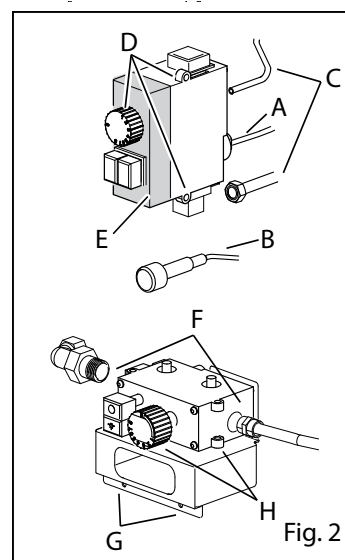

Fig. 2
- Desenrosque el termopar y las conexiones entrada / salida gas (Fig. 2/F)
- Desenrosque el soporte y la válvula (Fig. 2/G)
- Retire el pomo y el soporte de la válvula (Fig. 2/H)